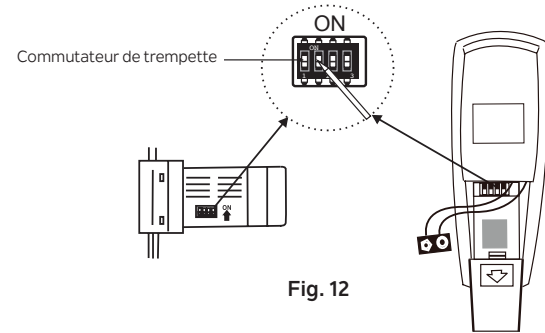

Fig. 12
**NOTE:** Dans l'émetteur, définir le commutateur de trempage #4 à la position D. Cela permet la fonction de gradation parce que votre plafond utilise un luminaire LED qui est dimmable. (Voir Fig.12)
**NOTE:** Le système de télécommande est équipé de 16 combinaisons de fréquences possibles pour prévenir les interférences de ou avec d'autres unités de contrôle à distance. Les commutateurs de fréquence de votre récepteur et de votre émetteur ont été pré-réglés à l'usine. S'il vous plaît vérifier pour s'assurer que les commutateurs sur l'émetteur et le récepteur sont réglés à la même position, toute combinaison de paramètres fonctionnera le ventilateur aussi longtemps que l'émetteur et le récepteur sont réglés à la même position. (Fig. 12)